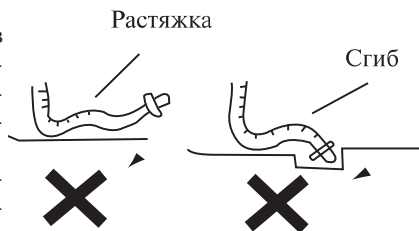

Рис. 3
4. Подключите синий провод кабеля питания к клемме "N(1)", коричневый - к клемме "2", и желто-зеленый (провод заземления) - к клемме, как показано на рис. 3.